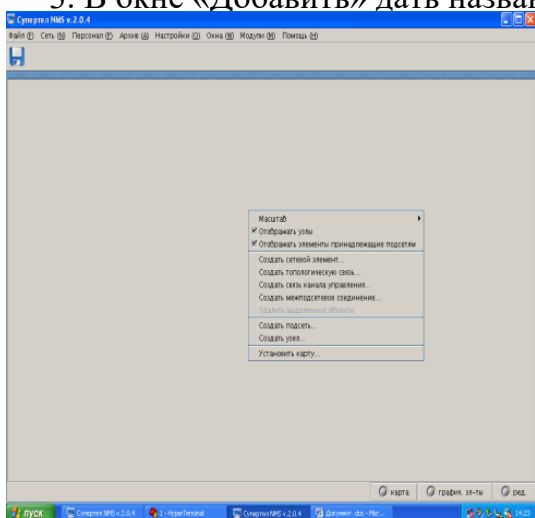

Рис. 16
2. На свободном поле кликнуть правой кнопкой мыши, выбрать «Создать подсеть» (рис. 16).